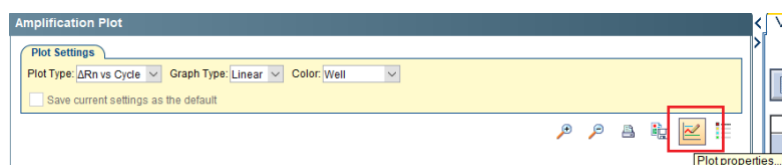

Рисунок 72
- Кликнуть по иконке «**Plot properties**» (рисунок 72).